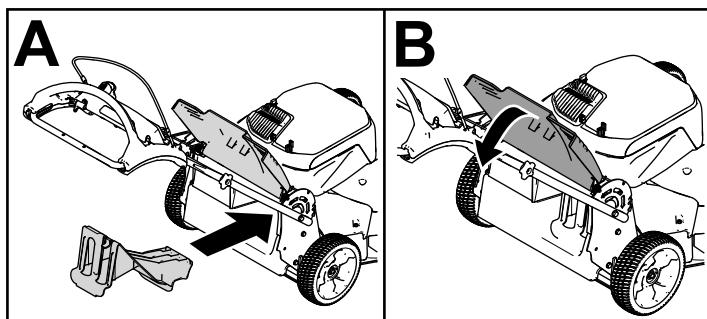

Figura 17
- Si el tapón de descarga trasera no está instalado, sujetelo por el asa, eleve el deflector trasero e intodúzcalo en el conducto de descarga trasera hasta que el enganche encaje en su sitio; consulte Figura 17.
**Importante:** Asegúrese de que el tapón de descarga trasera está colocado antes de reciclar los recortes (Figura 17).